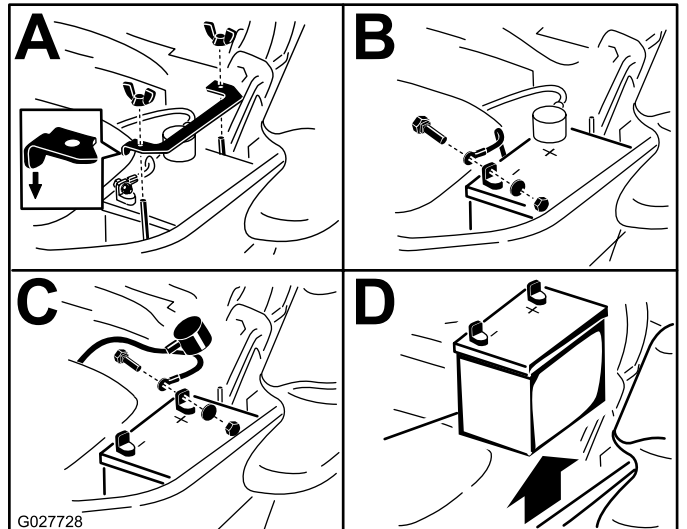

Figura 56
3. Retire la batería, según se muestra en Figura 56.
Nota: Coloque la batería en la bandeja, con los bornes frente al depósito de aceite hidráulico (**Figura 56**).